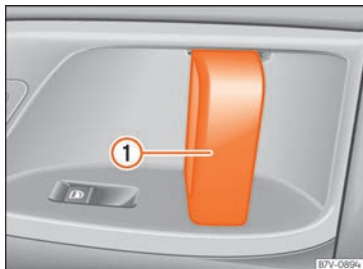

Fig. 136 Nella porta scorrevole: maniglia della porta ①.
Aprire la porta scorrevole dall'interno.	Con la porta scorrevole sbloccata, aprire la porta completamente tirando la relativa maniglia interna » fig. 136 ①.